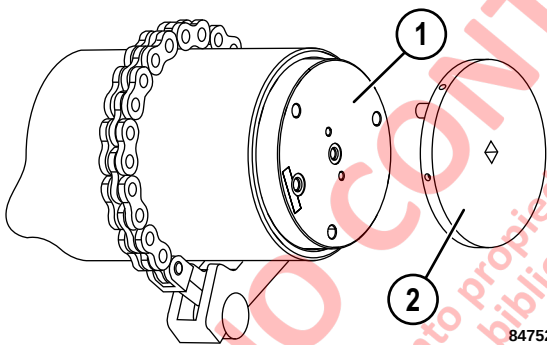

FIGURA 3-23. DESMONTAJE DE LA TAPA DE CARGA
4. Use la herramienta de casquillo extremo (2, Figura 3-23) para sacar la tapa de la válvula de carga (9) primero, luego retire la tapa hidráulica (2).